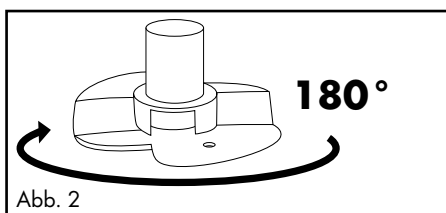
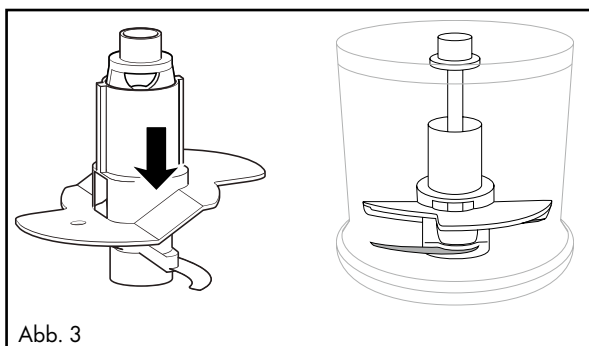

Abb. 2
Abb. 3
- Für 200 ml Sahne drehen Sie den Quirlaufsatz 10 vertikal um 180° (Abb.2), so dass dieser nur noch auf einem Messer 7 aufliegt und einrastet (Abb.3). Er pflügt dann höher durch die Sahne: